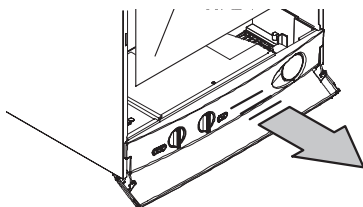

Рисунок 5.13
- Потяните вперед панель управления, чтобы получить доступ к клеммной колодке подключений электрического питания (Рисунок 5.13).